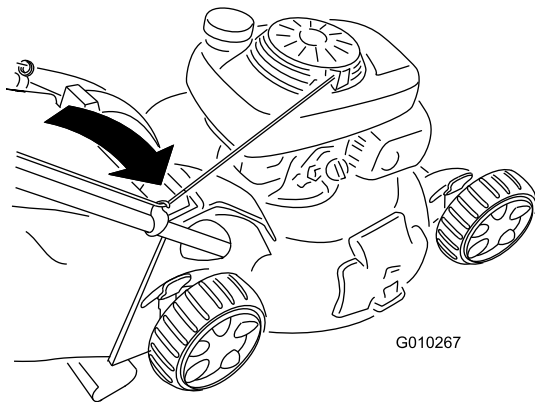

Figura 28
2. Pase la cuerda de arranque alrededor de la guía de cuerda inferior (Figura 28).